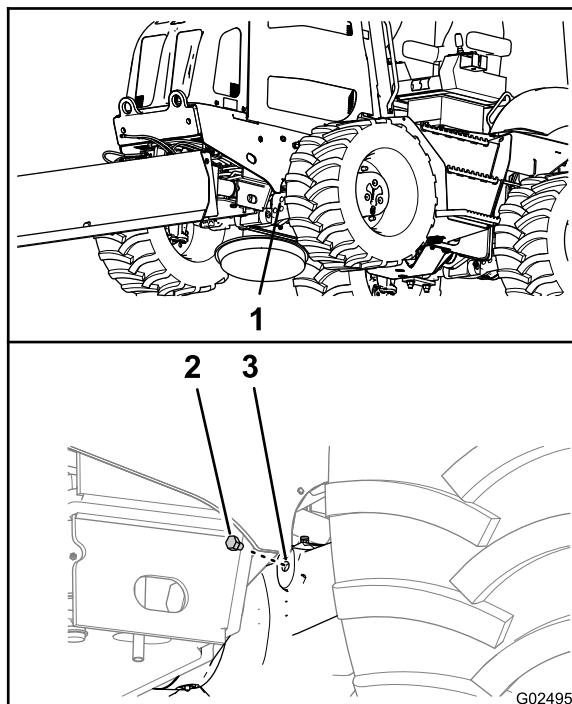
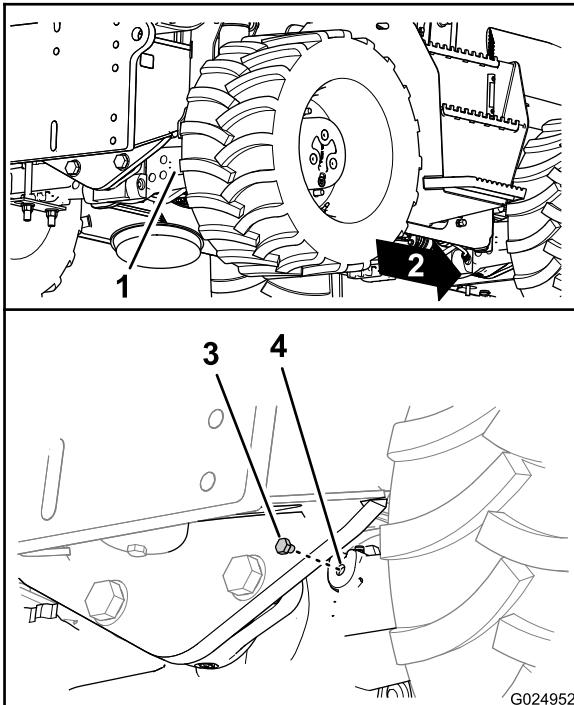

Figura 91
Figura 92
2. Rimuovete i tappi spia dal relativo foro nell'alloggiamento del pignone dell'assale (Figura 91 e Figura 92).
3. Guardate attraverso il foro del tappo spia e controllate che il livello dell'olio nell'assale raggiunga la base della filettatura del foro (Figura 91 e Figura 92).
6. Montate il tappo spia nel relativo foro nell'alloggiamento del pignone dell'assale (Figura 91 e Figura 92).